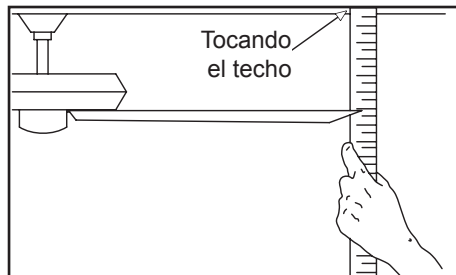

Figura 15
2. La mayoría de los problemas de oscilación del ventilador se deben a que las aspas no están al mismo nivel. Verifica este nivel seleccionando un punto en el techo sobre la punta de una de las aspas. Mide desde un punto en el centro de cada aspa al punto en el techo. Mide esta distancia como muestra la Figura 15. Gira el ventilador hasta que la siguiente aspa quede en posición para medir. Repite el procedimiento para cada aspa. Las desviaciones de la medición no deben pasar de 1/8" (3.2 mm). Enciende el ventilador por 10 minutos.